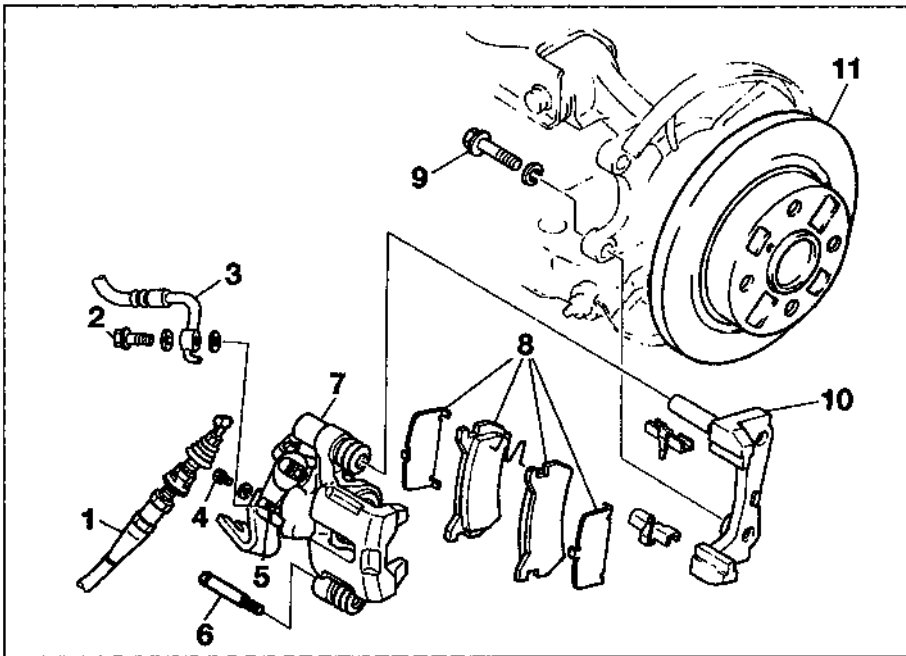

Рис. 9.4. Детали суппорта дискового тормоза заднего колеса
- 9 Снимите тормозные колодки, регулировочные прокладки и направляющие (см. рис. 9.4).